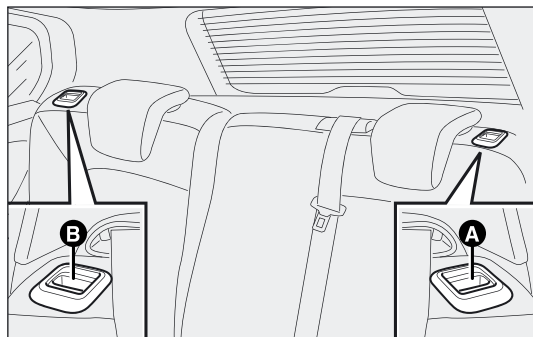

fig. 101
- ☐ trek de hendels A of B-fig. 101 omhoog om respectievelijk het linker of het rechter deel van de rugleuning te ontgrendelen en plaats de rugleuning op de zitting.
- ☐ trek de hendels A en B-fig. 101 omhoog om de rugleuningen te ontgrendelen en klap ze op de zitting neer.